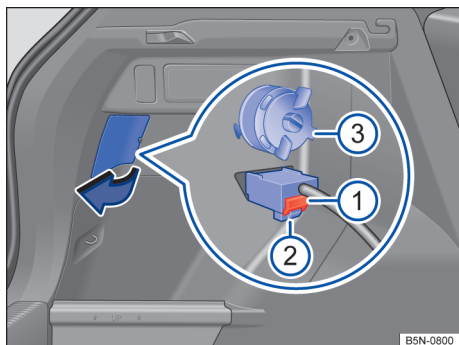

Fig. 204 Lateralmente no compartimento de bagagem: remover a lanterna traseira.
Abrir o corte do revestimento lateral do compartimento de bagagem na área da lanterna traseira no sentido da seta → Fig. 204.
3. Pressionar o bloqueio vermelho → Fig. 204 ① do conector e retirar o conector → Fig. 204 ②. Se necessário, utilizar a chave de fenda das ferramentas de borda para soltar o bloqueio vermelho.
4. Destrovar o parafuso de fixação no sentido anti-horário → Fig. 204 ③.
12. Segurar a lanterna traseira na posição de instalação com uma das mãos e apertar o parafuso de fixação com a outra mão → Fig. 204 ③.